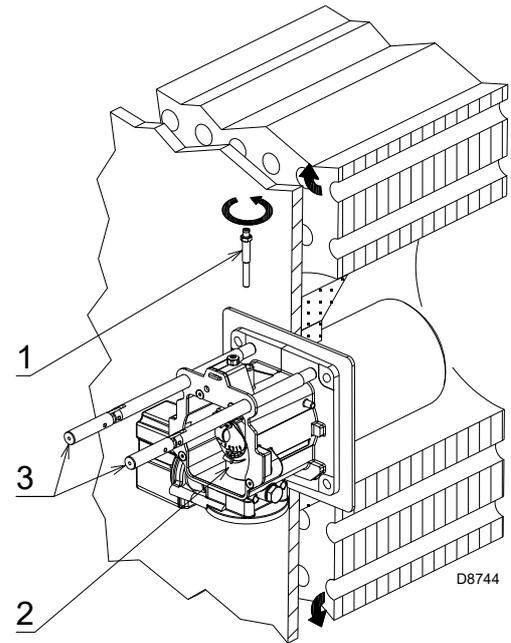

Abb. 14
- die Schraube 1)(Abb. 14) entfernen;
- das Innenteil 2)(Abb. 14) des Kopfes herausziehen und deren Einstellung vornehmen.